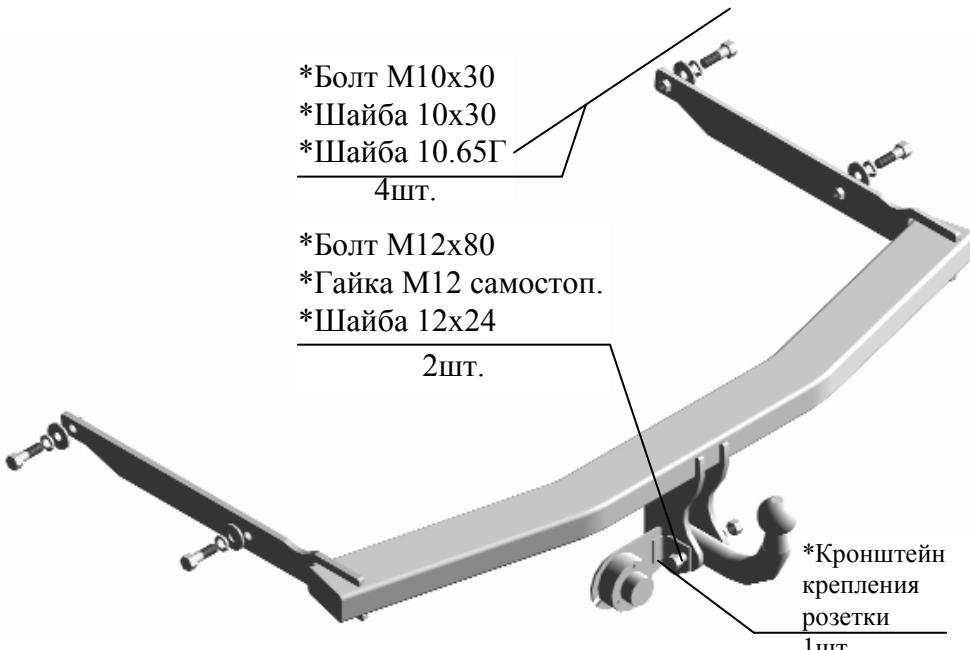

Рис.1 Тягово-сцепное устройство ТСУ 6011
2.1 ТСУ 6011 в сборе (рис.1)	1 шт.
2.2 Пакет с комплектующими (см. рис.1) Задний колпак	1 шт.